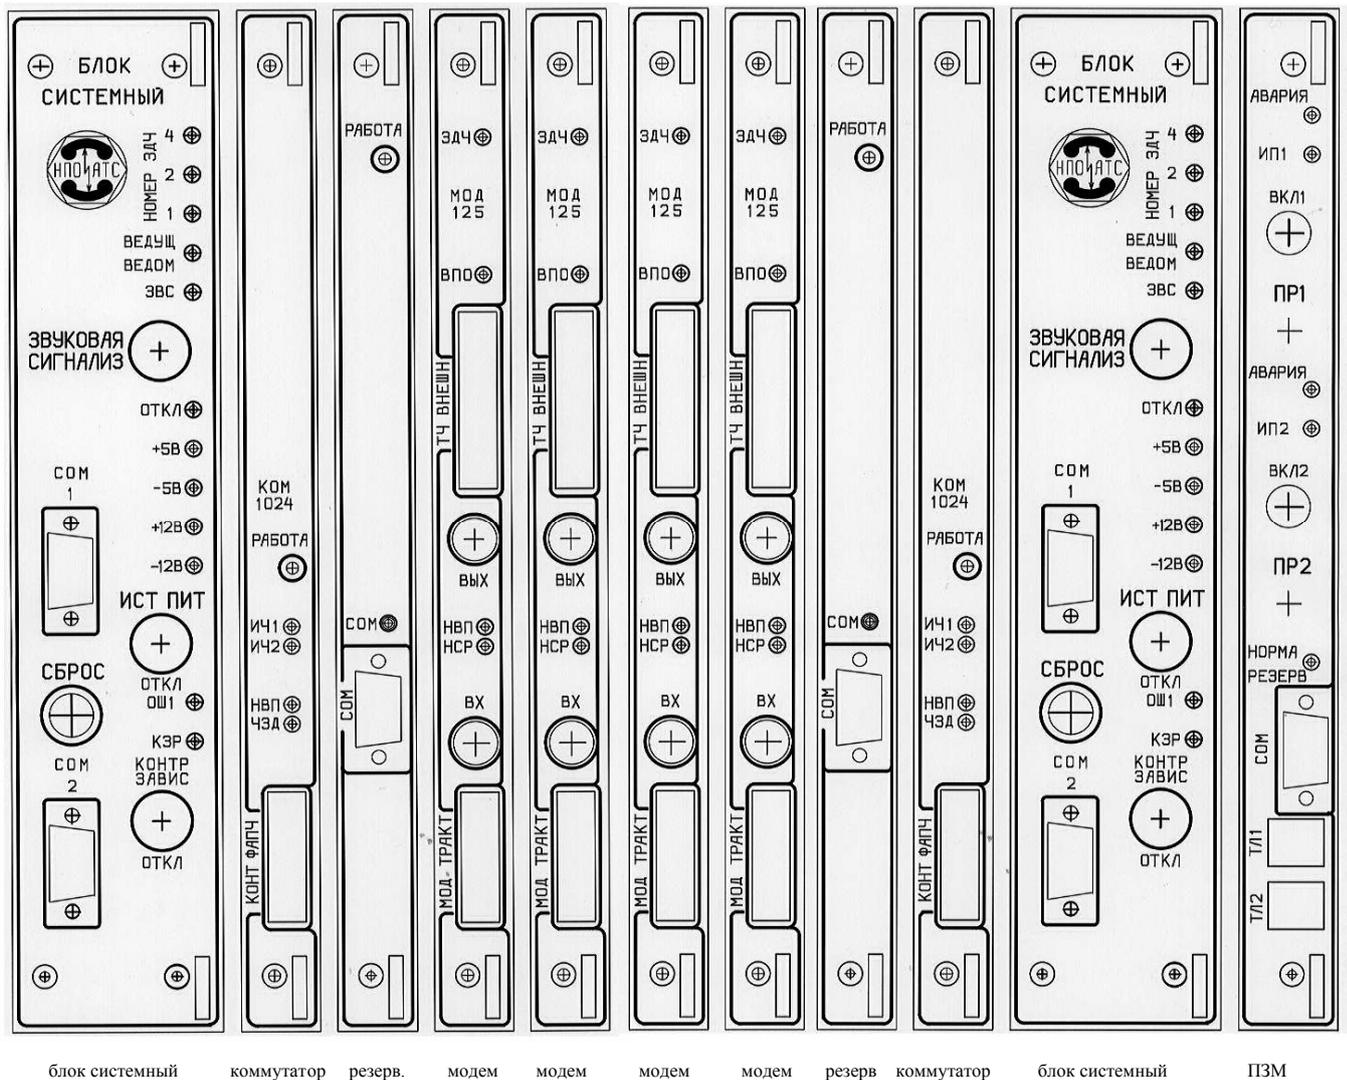

Рис. 1. Внешний вид лицевой панели БЛОКА.
2.1.2. Эскиз внешнего вида лицевой стороны ЦК приведен на рис.1.